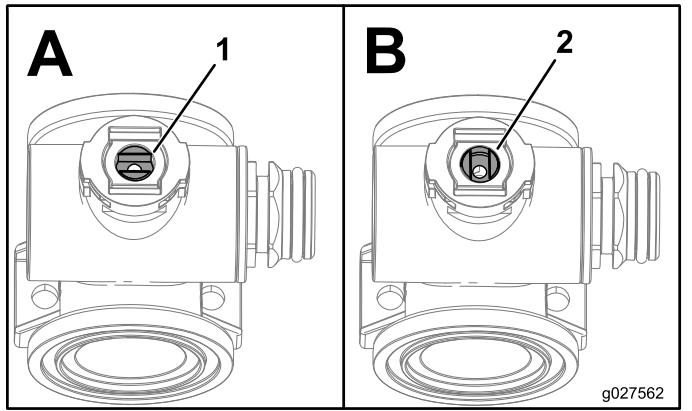

**Figure 106**
3. Déposez le collecteur de vanne de section de rampe de la machine (Figure 106).